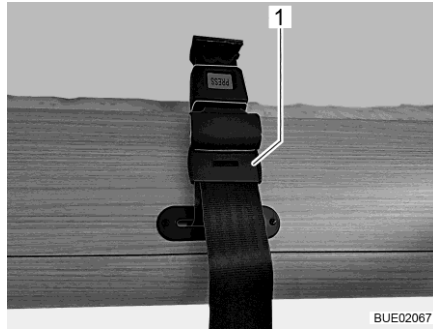
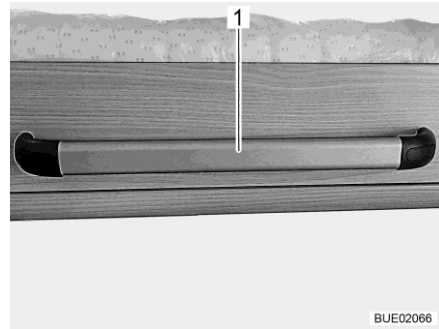

Fig. 137 Sangle de sécurité sur le lit escamotable
Fig. 138 Poignée sur le lit escamotable (Lyseo I)
- Lit escamotable avec sangles de sécurité : Détacher les sangles de sécurité (Fig. 137,1) et tirer le lit escamotable vers le bas par la poignée (Fig. 138,1).
- Lit escamotable avec sangles de sécurité : Pousser le lit escamotable vers le haut par la poignée (Fig. 138,1). Sécuriser le lit escamotable sur la droite et la gauche avec les deux sangles de sécurité (Fig. 137,1).